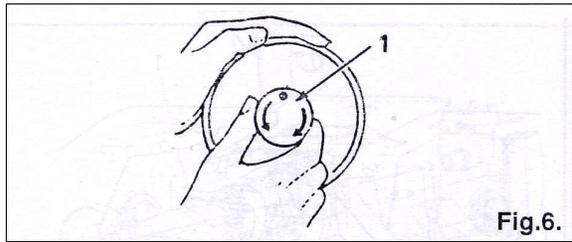

Fig.6.
1. Arrêter le mouvement de l'aiguille en dévissant l'écrou de volant 1 (figure 6). Tenir le volant de la main gauche et tourner l'écrou d'embrayage vers vous de la main droite.